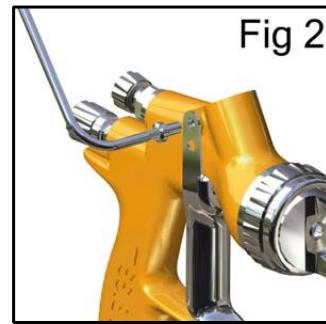

Fig 2
フルイドチップやニードルを交換する場合は、両方を同時に交換してください。摩耗した部品を継続使用すると塗料漏れの原因となります。13 頁の 図 2 を参照してください。また、ニードルパッキンも同時に交換してください。フルイドチップのトルクは
1. 付属のトルクスレンチ(55)を使って、トリガースクリューを外してください。(Fig.2 参照)